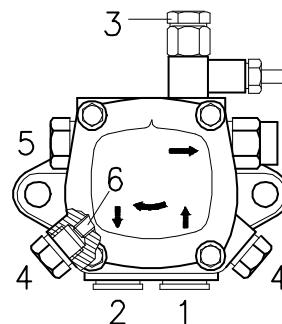

Fig. 18
7.3 Pompe (Fig. 18)
- Pour que la pompe puisse s'auto-amorcer, il est indispensable de desserrer l'une des vis 3)(Fig. 18) de la pompe pour purger l'air contenu dans le tuyau d'aspiration.
Pour modifier la pression de la pompe, agir sur la vis 5)(Fig. 18 page 19).